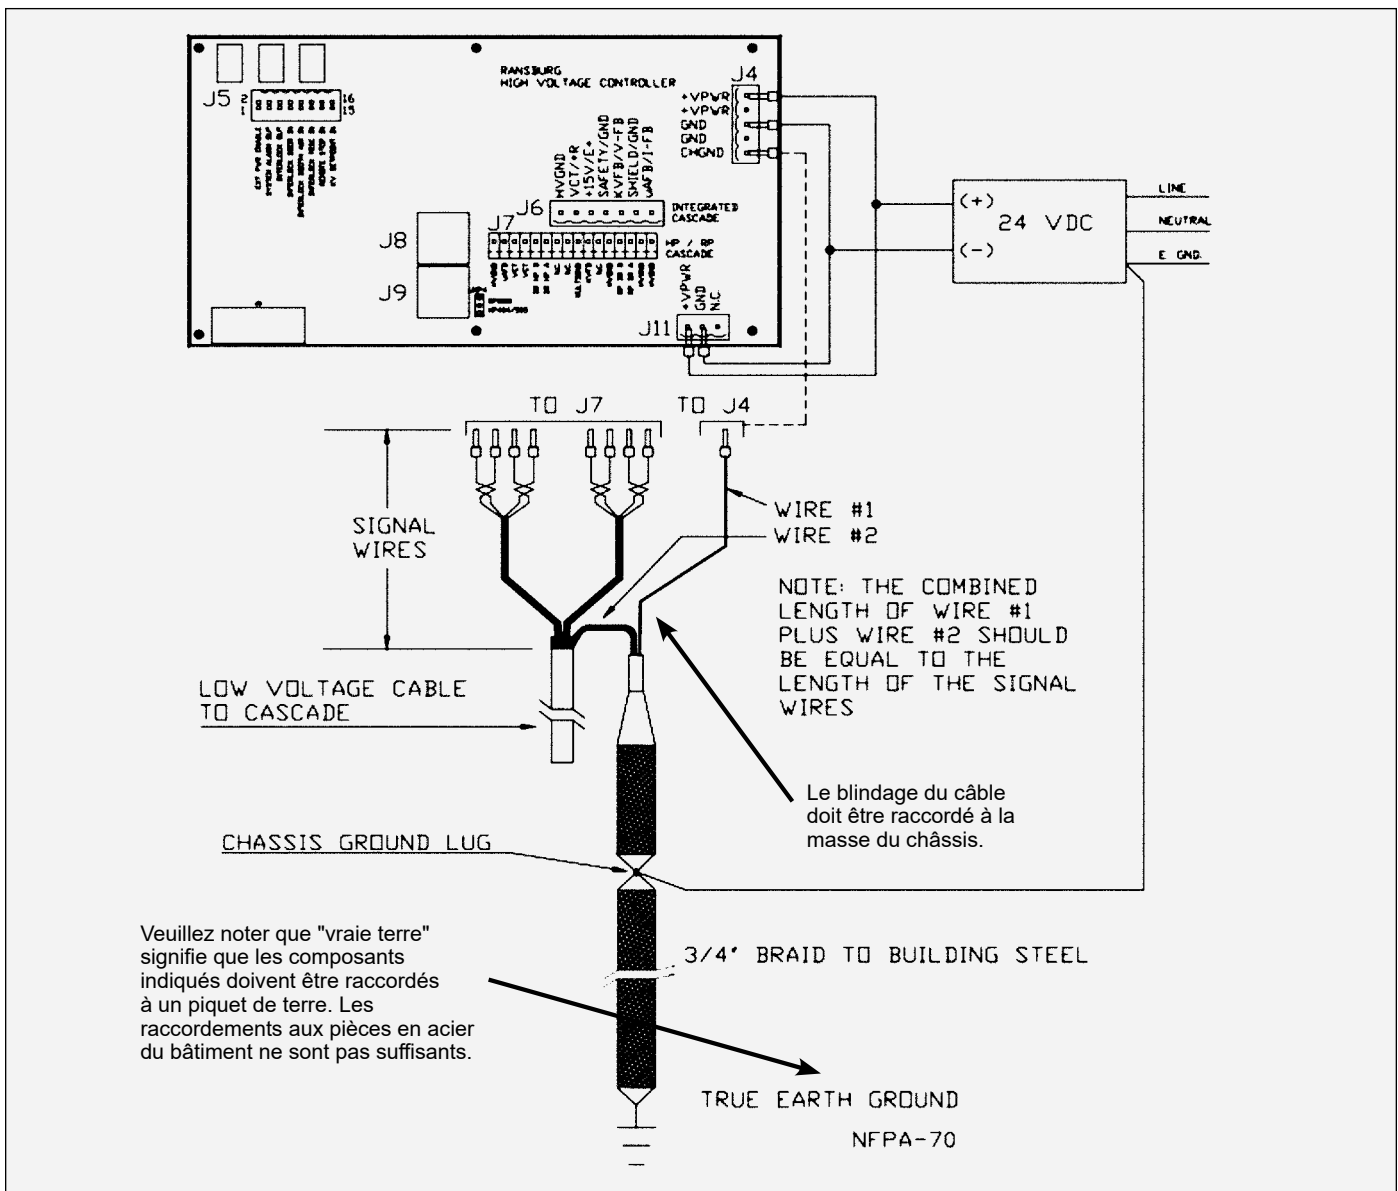
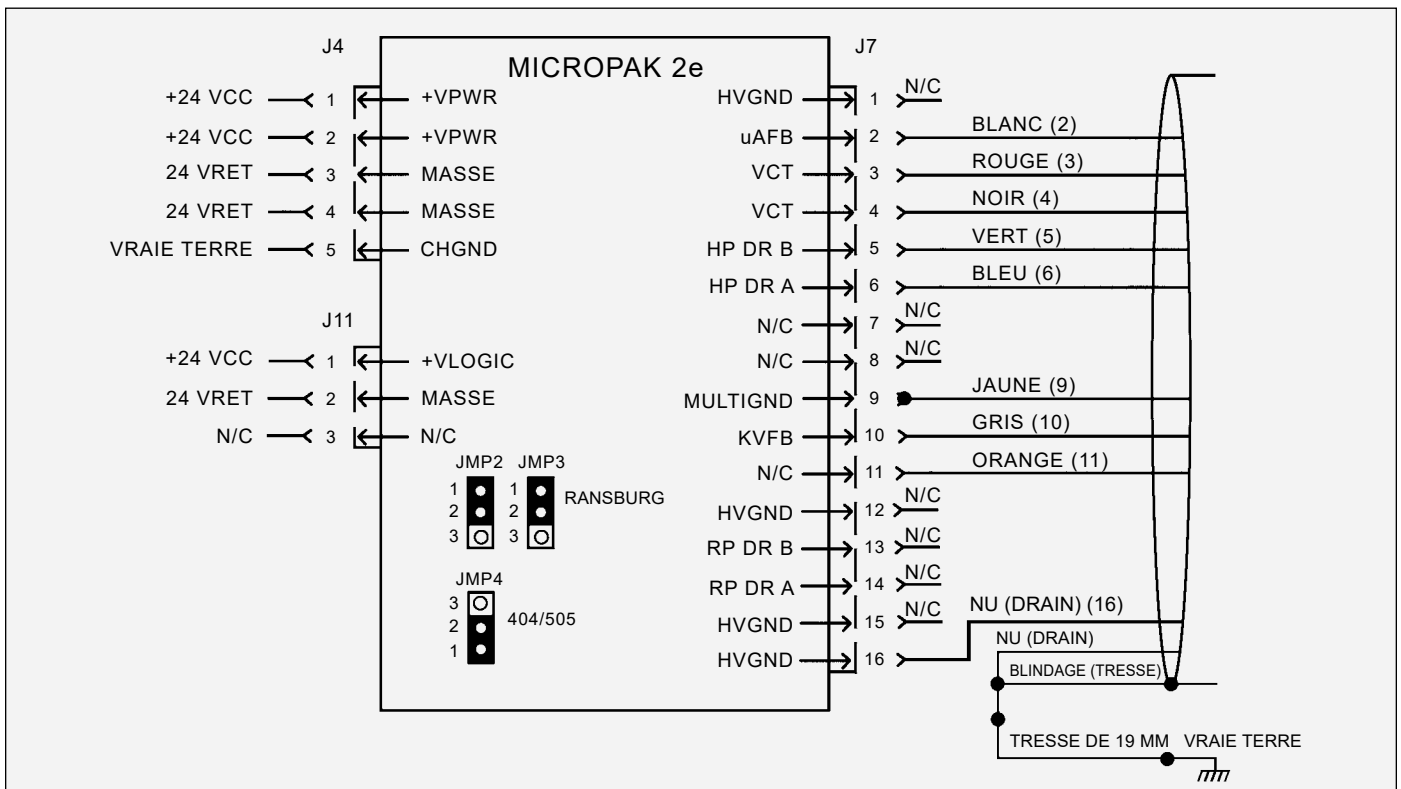

Figure 23 : Raccordement et mise à la terre de l'alimentation
Figure 24 : Raccordements électriques pour le MP2e avec des cascades HP404/RP404/HP505
Votre alimentation (correctement dimensionnée) doit être raccordée à J4 et J11 sur le MP2e (Figure 23). L'alimentation doit aussi être mise à la terre comme indiqué sur la Figure 23.
1. L'alimentation doit être référencée à une vraie terre en un seul point, à travers le raccordement de la masse de châssis du contrôleur. (Consultez la Figure 24 ou 25 pour les raccordements de mise à la terre.)
Pour raccorder le câble basse tension au contrôleur HT MP2e, suivez les informations de câblage des Figures 24 ou 25 et du Tableau 2. Assurez-vous de mettre correctement à la masse le câble basse tension et le contrôleur HT MP2e comme indiqué sur la Figure 23.